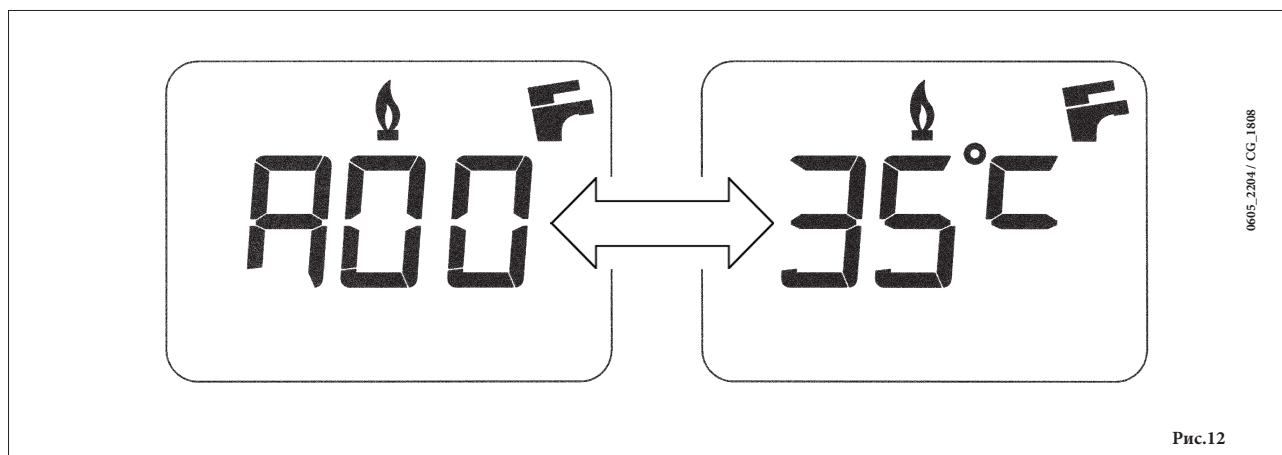

Рис.12
**ВНИМАНИЕ:** когда активна функция «INFO» на дисплее (рис.12) появляется надпись «A00», которая сменяется значением температуры на подаче котла: